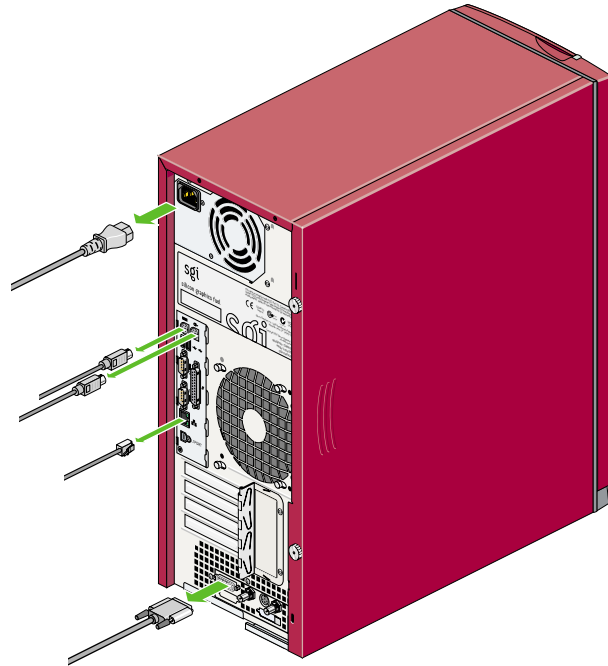

Abbildung 4-2 Trennen der Kabelverbindungen
2. Entfernen Sie alle Kabelanschlüsse von der Rückseite des Systems. Achten Sie darauf, wo die einzelnen Kabel angeschlossen sind, um sie nach Beendigung der Wartungsarbeiten wieder korrekt anschließen zu können. Siehe Abbildung 4-2.